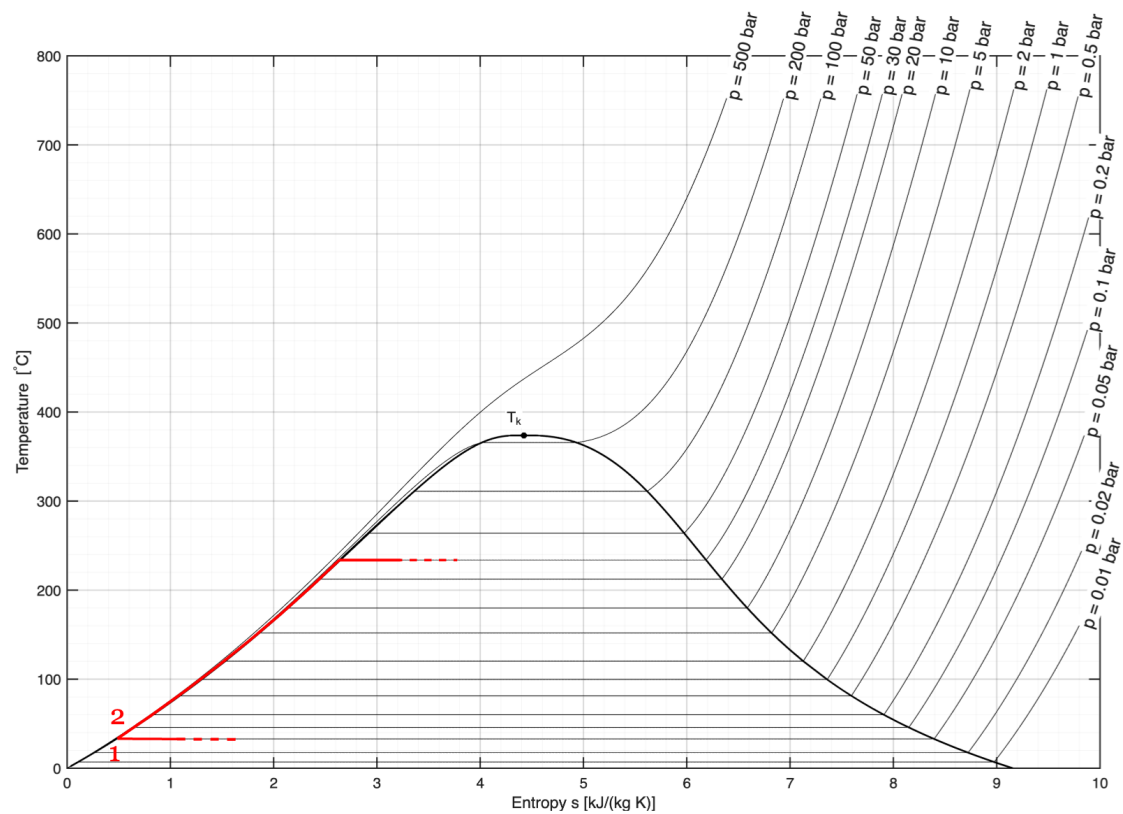

FIGURE 2 – Diagramme $T-s$ de l'eau.
1. Dessiner le cycle de Rankine avec réchauffage sur le diagramme $T-s$ de l'eau (compléter la figure 2) (**pt 0.5**).